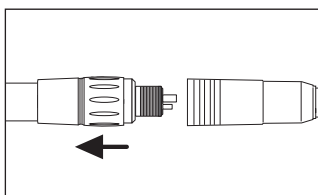

図 43
- 1 カップリングをホースから取り外します (図 43)。